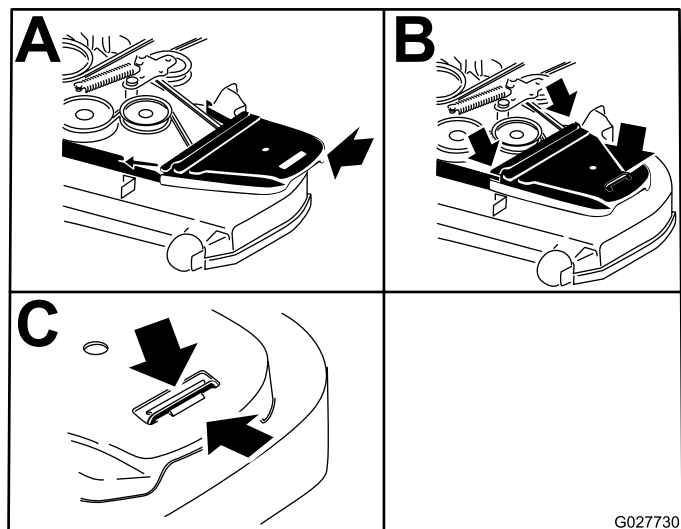

**Figure 59**
- Insérez un rochet dans le trou carré du bras de la poulie de tension pour détendre le ressort de la poulie (Figure 59).
- Installez la nouvelle courroie sur les poulies (Figure 59).
8. Veillez à engager les extrémités du ressort dans les rainures d'ancrage, puis insérez le rochet dans le trou carré et chaussez la courroie sur la poulie de tension (Figure 59).